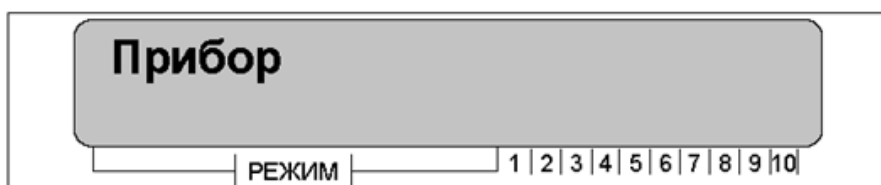

Рис. 15. Вид на дисплее меню «Прибор»
- на дисплее ВПУ-А-06 появится первый пункт меню «Прибор», регистрация ID-номеров осуществляется в данном пункте меню (см. рисунок 15);